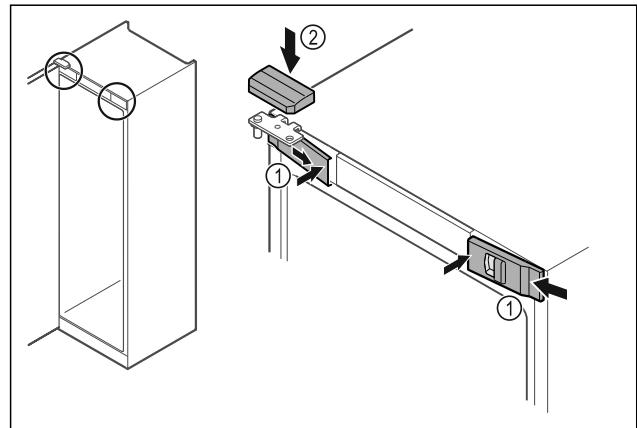

Fig. 57
► Vordere Abdeckungen Fig. 57 (1) seitlich einhaken und innen aufrasten.
► Obere Abdeckung Fig. 57 (2) von oben aufrasten.